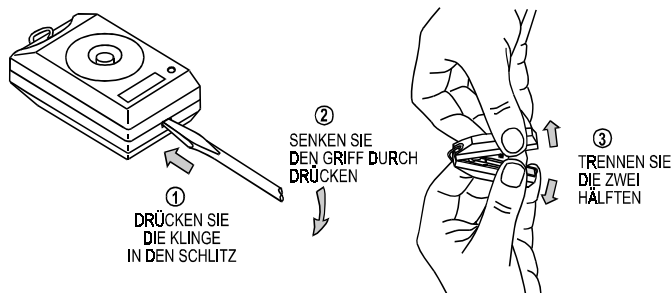

Abb. 2 Öffnen des Gehäuses
A. Um das Gehäuse zu öffnen, verweisen wir auf Abb.2 Setzen Sie einen Schraubenzieher mit einer Klinge von 3-4 mm in den Schlitz am Boden des Gehäuses ein. Drücken Sie die Klinge mit mäßigem Druck nach innen und beim Drücken schwingen Sie den Griff leicht nach unten, bis sich der Deckel teilweise öffnet.